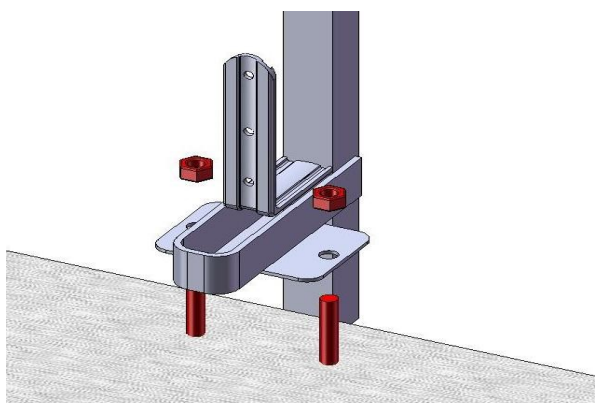

fig.5
Montaggio (fig. 5 - 6 - 7)
- Posizionare un primo montante e stringere i fissaggi (fig. 5 e 6 a pag. 9);